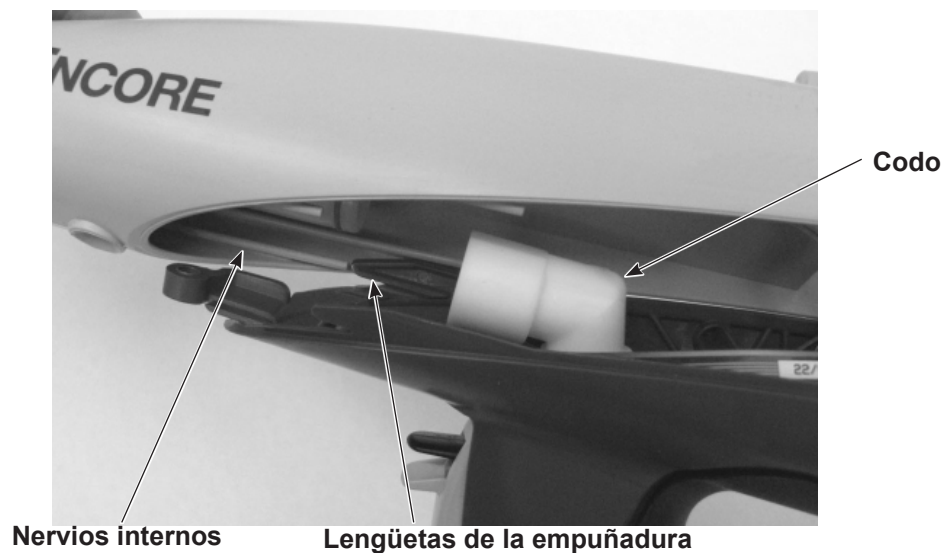

Figura 6-5 Instalación del cuerpo de la pistola en la empuñadura
1. Ver la Figura 6-5. Alinear el cuerpo de la pistola con la empuñadura y deslizarlos juntos, encajando los nervios internos del cuerpo de la pistola con las pestañas de la empuñadura.